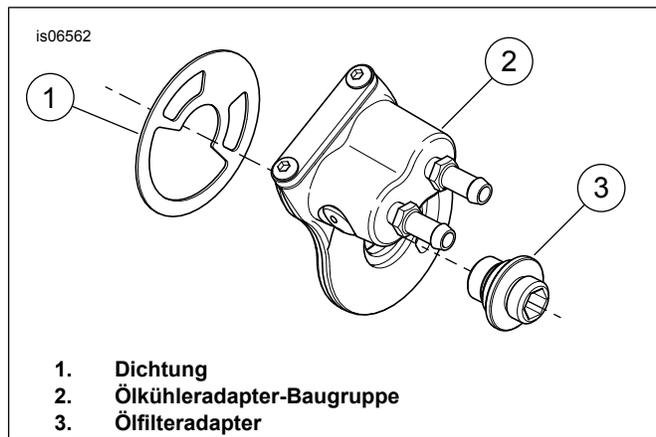

Abbildung 3. Ölkühleradapter-Baugruppe einbauen
3. Siehe Abbildung 3. Den Ölkühleradapter (2) mit Dichtung (1) und Ölfilteradapter (3) einbauen. Ölfilteradapter auf folgendes Drehmoment anziehen 16,3–21,7 N·m (12–16 ft-lbs).